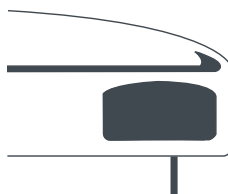

Fig.14
Ventana de seguridad (6). En caso de que se produzca excesiva presión, el vapor saldrá a través del corte de la ventana de seguridad ubicada en el borde de la tapa (Fig. 14). Este es un mecanismo de seguridad que sólo se activará en caso de uso anormal. Si las dos válvulas, la de funcionamiento y la de seguridad se bloquearan debido a, por ejemplo, un llenado excesivo de la olla, la presión expulsará la junta de silicona y dejará escapar la presión a través de esta ventana. Si esto ocurriese, deberá llevar la olla al **Servicio Técnico Autorizado** más próximo para que revise todos los sistemas de seguridad.